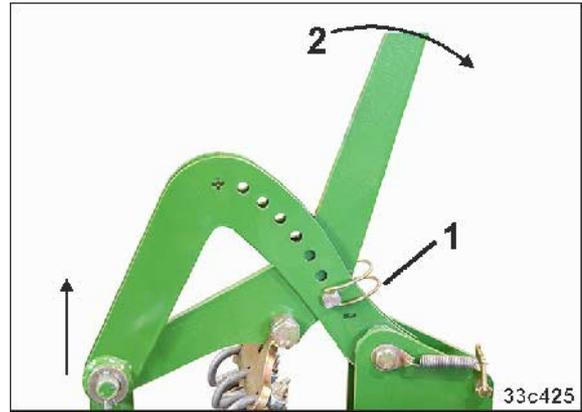

Fig. 185
2. Retirar el pasador clavija (Fig. 185/1)
3. Mover la palanca de mando (Fig. 185/2) hacia adelante hasta que el trinquete de cierre encastre (Fig. 186/1)